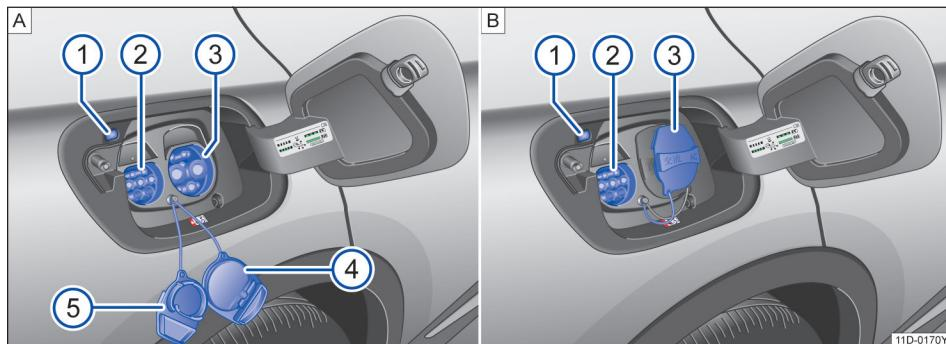

图 124 [A] 充电插口 [B] 充电口保护盖使用说明
→ 图 124[A] 的图例：
- 在充电过程中，充电口保护盖请按照→图 124[B]方式使用。例如，使用交流电端口→图 124[A②]充电时，请将交流充电口保护盖→图 124[A⑤]挂在直流充电口保护盖上→图 124[A④]。
- 若成功连接，则→图 124[A ①]充电状态指示灯亮白色，组合仪表的显示屏中出现指示灯❷。
充电过程中，充电插口上的充电状态指示灯→图 124[A①]间歇性亮起绿色。
- 点击信息娱乐系统屏幕中的功能按键[结束充电]。充电插座上的充电过程指示灯亮起白色→图 124[A①]。
充电插口上的充电状态指示灯→图 124[A①]显示充电过程的状态。